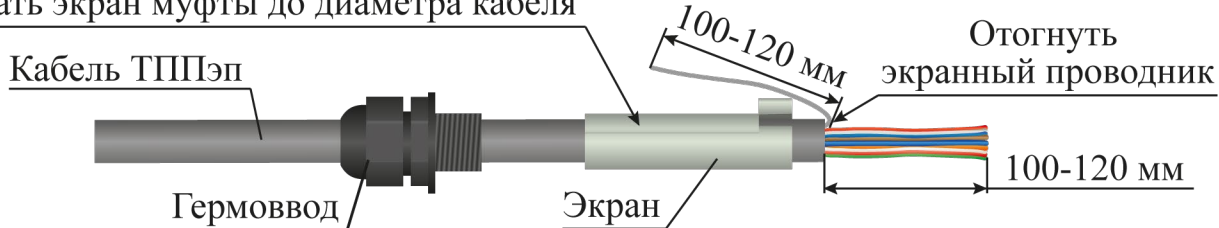

Рисунок 4.39
– надеть на оболочку кабеля ТППЭп в следующей последовательности: гермоввод, экран муфты переходной (рисунок 4.39);
– обжать экран муфты переходной до внешнего диаметра кабеля ТППЭп с помощью плоскогубцев (рисунок 4.39);
– снять оболочку со свободного конца кабеля ТППЭп длиной 100 - 120 мм (рисунок 4.39);
– экранированный проводник отвести в сторону (рисунок 4.39);